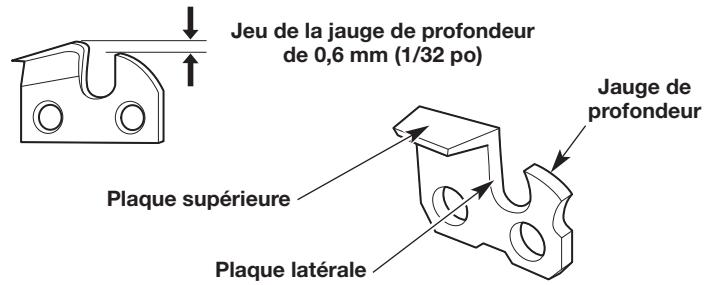

Fig. 33
- Maintenez la lime de niveau avec la plaque supérieure de l'élément de coupe (Fig. 33). Ne laissez pas la lime pencher ou basculer. Utilisez une pression légère, mais ferme.